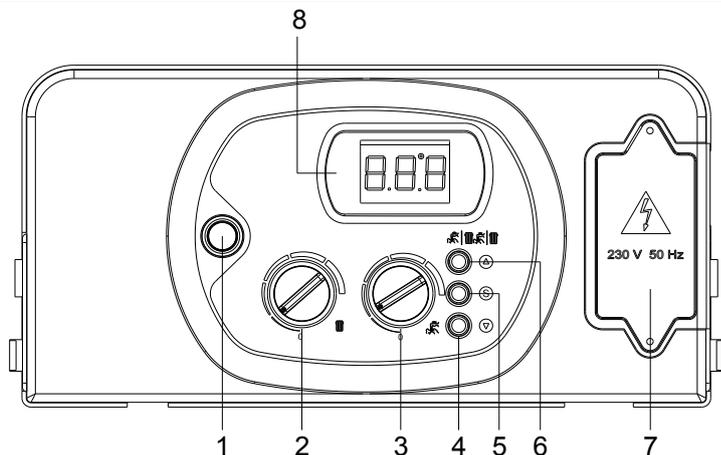

Abb. 1
- den Hauptschalter 1 (Abb. 1) auf Position "OFF" stellen.
- erfolgt eine Anforderung des Frostschutzes, so erscheint am Display 8 (Abb. 1) die Zahl Nr. "8".